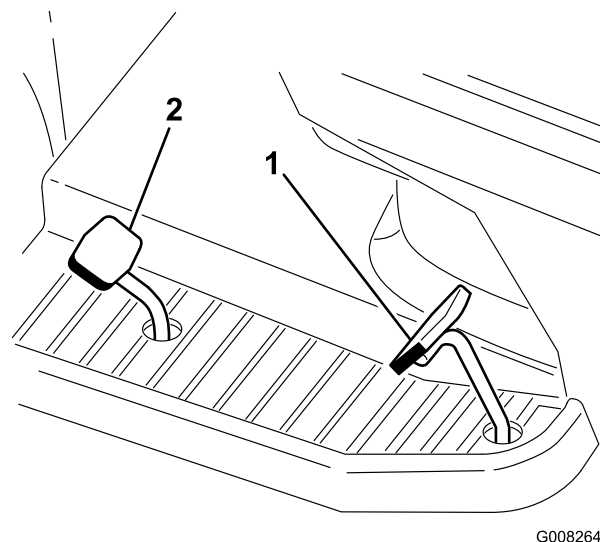

Figura 17
2. Mettete il piede sul pedale di comando della trazione e premete lentamente per spostarvi in avanti (Figura 17).
2. Mettete il piede sul pedale di comando della retromarcia e premete lentamente per spostarvi indietro (Figura 17).